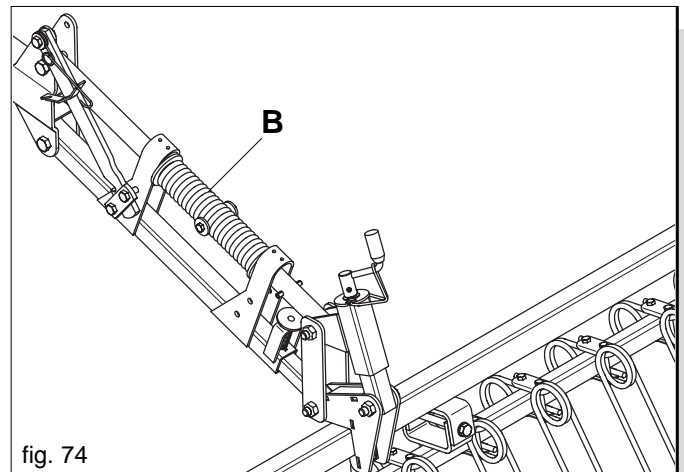

fig. 74
La pressione di lavoro dei denti a molle dell'erpice copriseme può essere variata mediante la rotazione della molla (B) posta sul braccio parallelo superiore (Fig. 74).